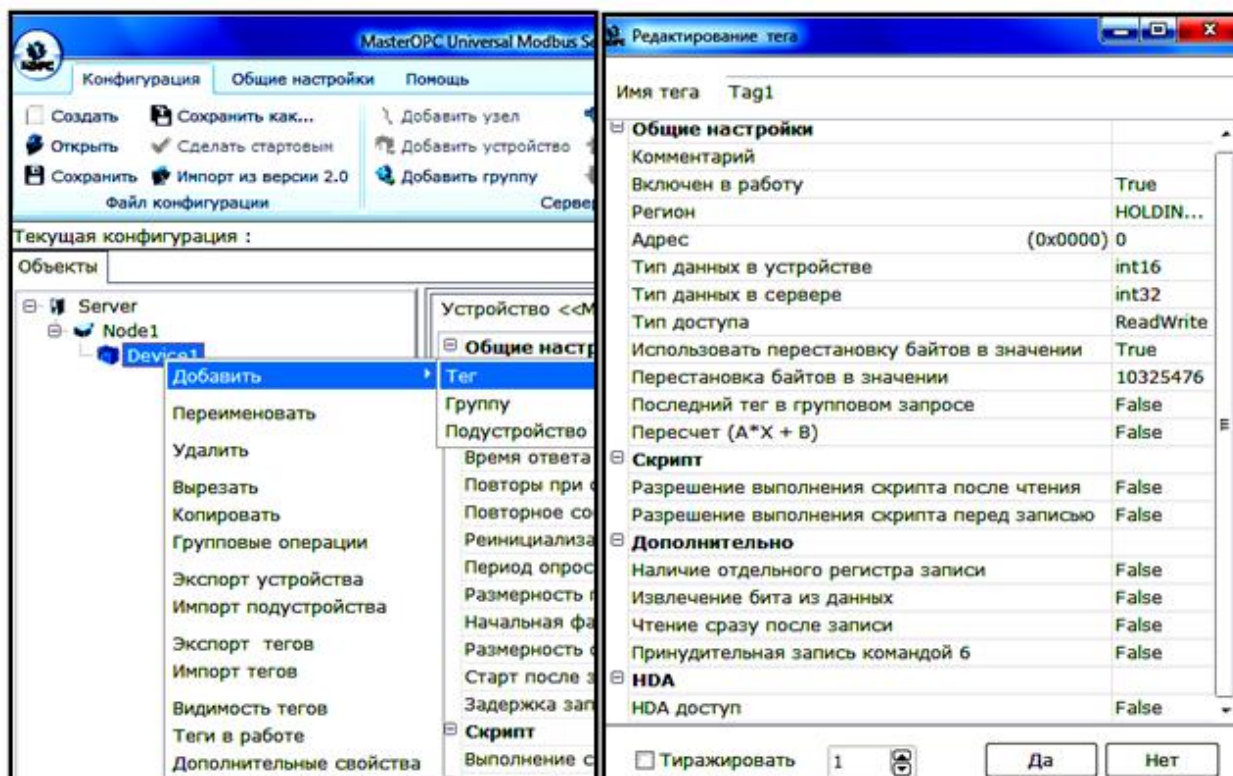

Рис.4. Пример настройки тега
4. В устройства через верхнее или контекстное меню добавляем теги или группу (рис.4)